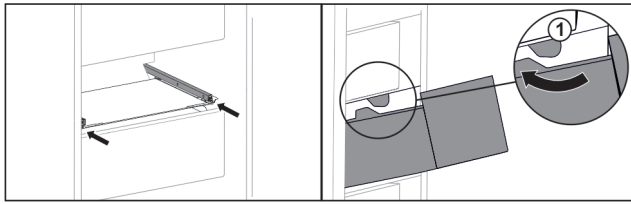

Fig. 160
- ▶ Umetnite ladicu oko zaustavljača Fig. 160 (1).